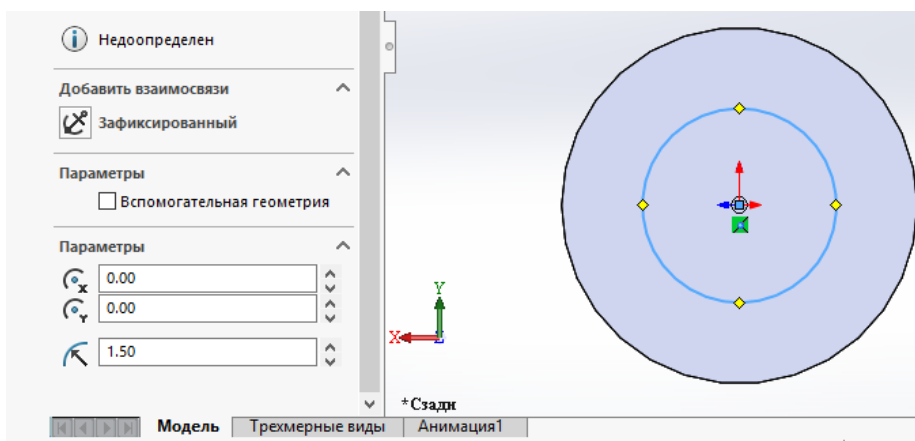

Рисунок 9 – создание окружности на задней грани
11. Начертить окружность из центра радиусом $R=1.5$ мм. Рисунок 9.